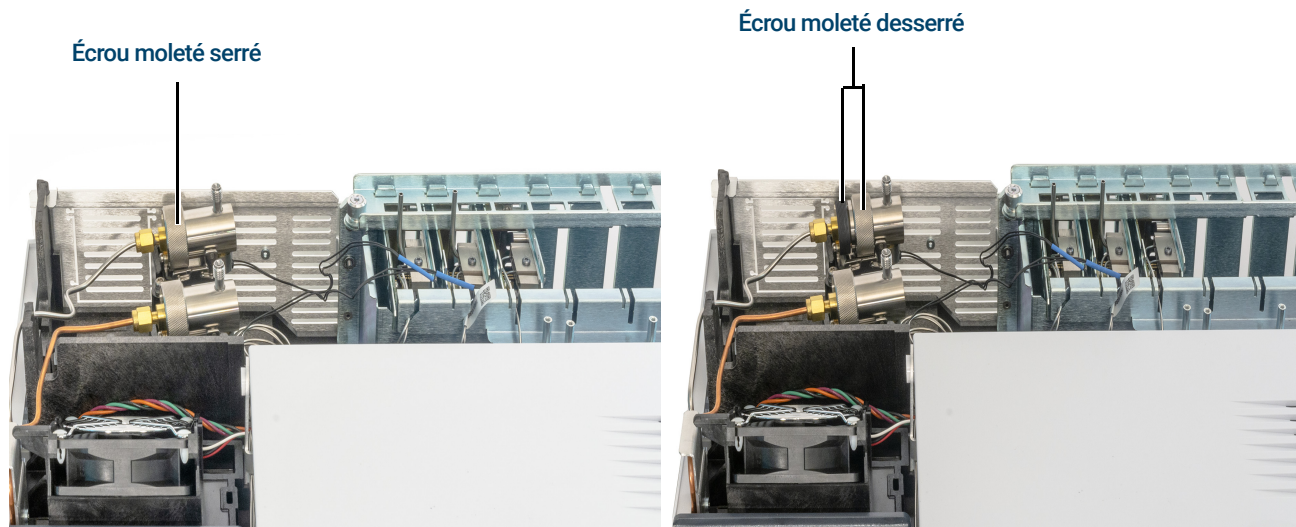

Figure 34. Desserrer l'écrou moleté
- 4 Desserrez entièrement l'écrou moleté qui maintient en place la trappe de ventilation divisée comme illustré à la **Figure 34**.